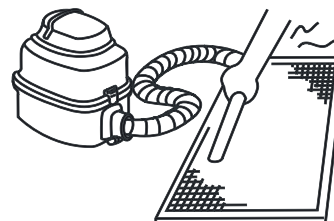

Рисунок 13.3
- а. Во время чистки пылесосом приточная сторона фильтра должна быть направлена вверх. (См. рис. 13.3).